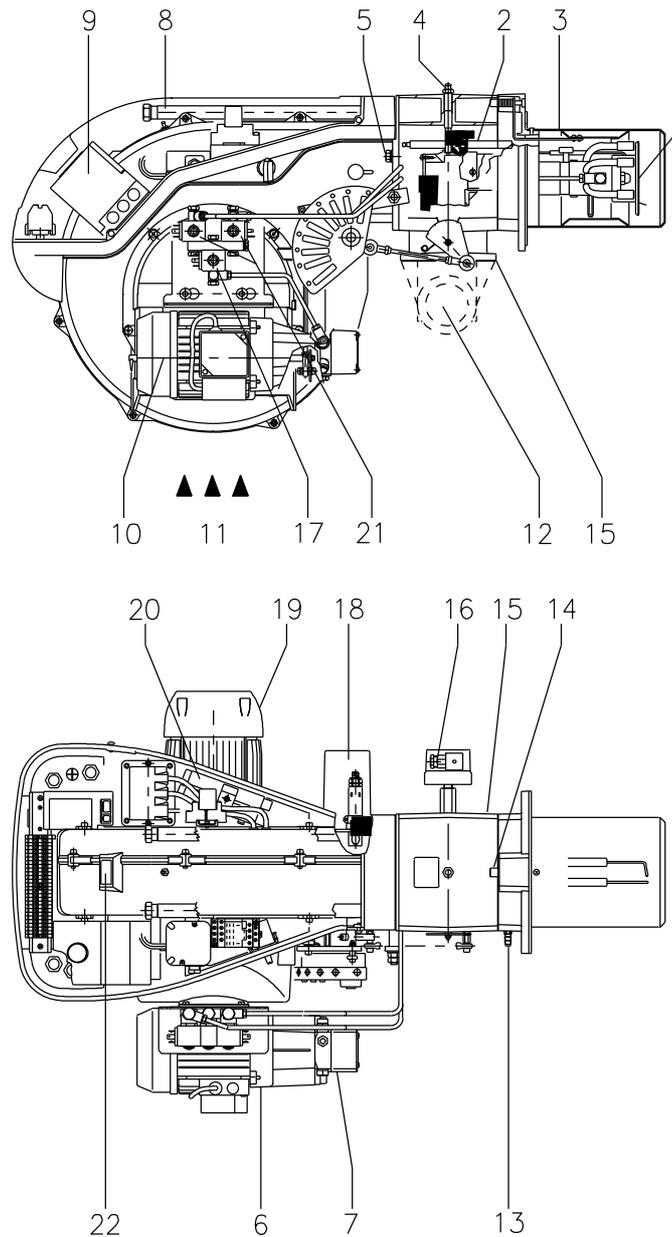

Fig. 6
- (1) Conditions de référence : Température ambiante 20° C - Température du gaz 15° C - Pression barométrique 1 013 mbar - Altitude 0 m s.n.m.
(2) Pression à la prise 5)(Fig. 6) avec pression zéro dans la chambre de combustion et à la puissance maximale du brûleur.
(3) Pression sonore mesurée dans le laboratoire de combustion du constructeur, avec le brûleur fonctionnant sur la chaudière d'essai, à la puissance maximale. La Puissance sonore est mesurée selon la méthode « Free Field », prévue par la Norme EN 15036 et la classe de précision « Accuracy : Category 3 », comme décrit par la Norme EN ISO 3746.
blocage boîte de contrôle : l'allumage du bouton de la boîte de contrôle 9)(Fig. 6) signale que le brûleur s'est bloqué. Pour le déblocer, appuyer sur le bouton.